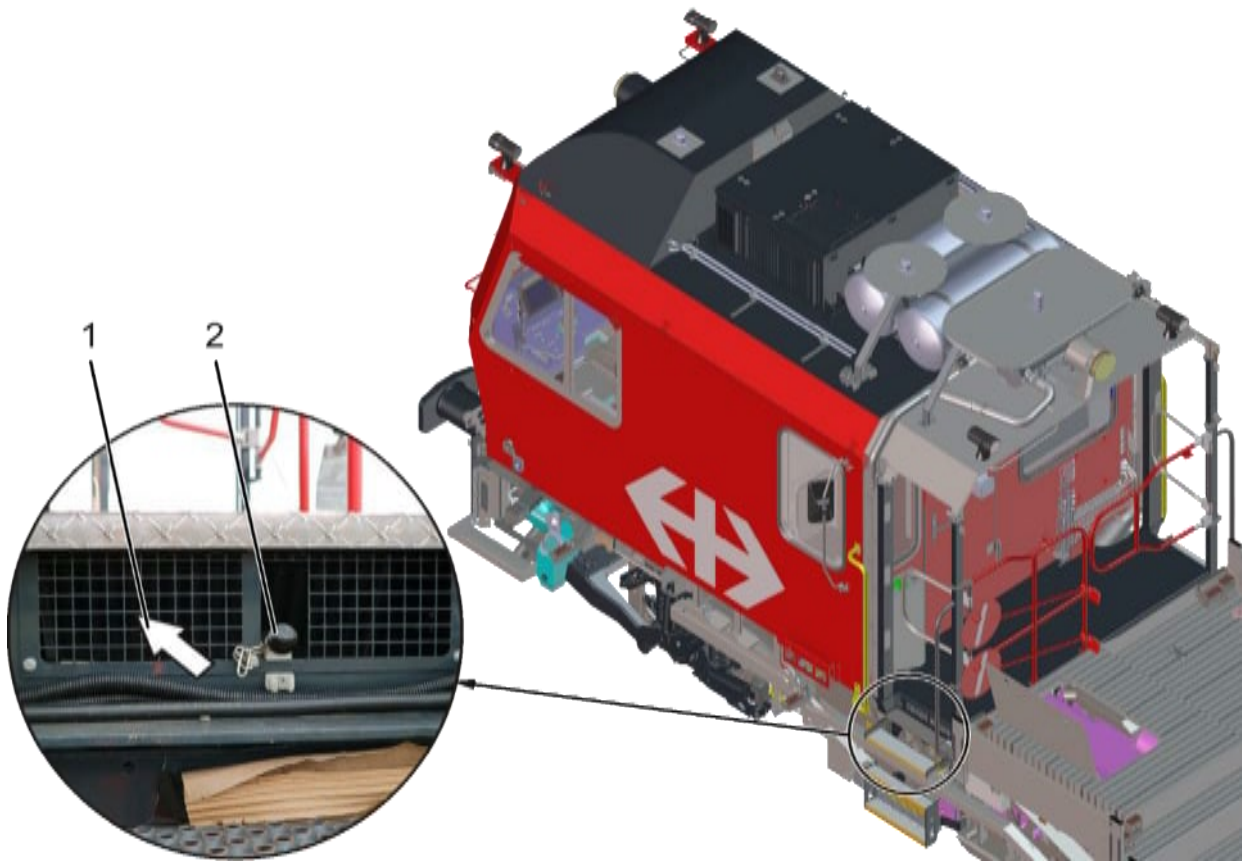

Abb. 15: Verbrennungslufteintritt (M1)
Die Verbrennungsluft des Hauptdieselmotors wird in Fahrtrichtung 1 links, seitlich unterhalb des Überstiegs angesaugt, siehe Abb. 15 (1).
Bei starkem Schneefall besteht die Möglichkeit, die Verbrennungsluftansaugung umzuleiten. In diesem Fall wird die Verbrennungsluft nicht mehr seitlich vom Fahrzeug, sondern von unten angesaugt. Die Betätigung erfolgt von aussen über einen Hebel, siehe Abb. 15 (2). Die jeweilige Stellung wird mittels Splint gesichert.